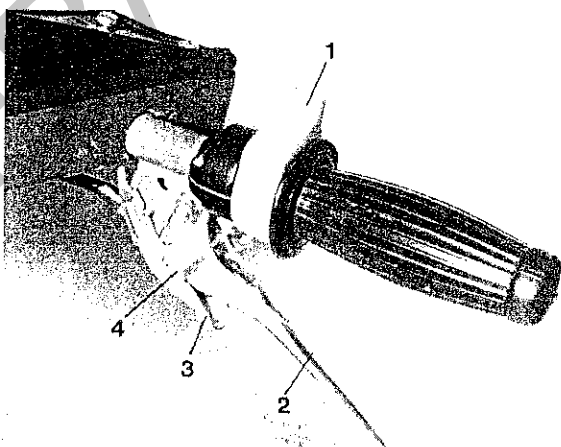

Abb. 6
- ausschalten** = Kupplungshebel (2 Abb. 6) ziehen bis Feststellhebel (3 Abb. 6) einrastet.
- einschalten** = Kupplungshebel (2 Abb. 6) durch gleichzeitiges Lösen des Feststellhebels (3 Abb. 6) nach unten schwenken.
Mit dem Drehgriff (1 Abb. 6) können am Lenkholm 3 verschiedene Positionen eingestellt werden.